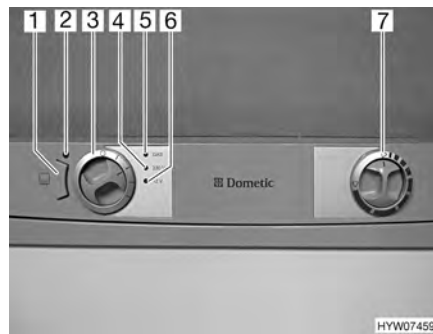

Bild 142 Reglage, knappar för kylskåpet (Dometic 7-serie med RV)
- 1 Knapp ramvärme (RV)
- Ställ energiväljaren (Bild 142,3) i läge "GAS".
- Vridregulatorn (Bild 142,7) ställs i läge max. Nu är gastillförseln öppen. Tändning sker automatiskt. Ett tickande ljud hörs tills tändningsproceduren är klar. Driftindikeringen "GAS" (Bild 142,5) lyser gult.
- Ställ energiväljaren (Bild 142,3) i läge "O". Kylskåpet är avstängt.
- Ställ energiväljaren (Bild 142,3) i läge "230 V". Driftindikeringen "230 V" (Bild 142,4) lyser grönt.
- Ställ in kyltemperaturen med vridregulatorn (Bild 142,7).
- Ställ energiväljaren (Bild 142,3) i läge "12 V". Driftindikeringen "12 V" (Bild 142,6) lyser grönt.
Vid höga utetemperaturer och hög luftfuktighet kan det bildas vattendroppar på metallramen. Därför har kylskåpet ramvärme för frysfacket. Slå på ramvärmen med knappen (Bild 142,1) vid höga temperaturer och hög luftfuktighet. Detta förhindrar korrosion. När ramvärmen är påslagen lyser kontrollampan (Bild 142,2).